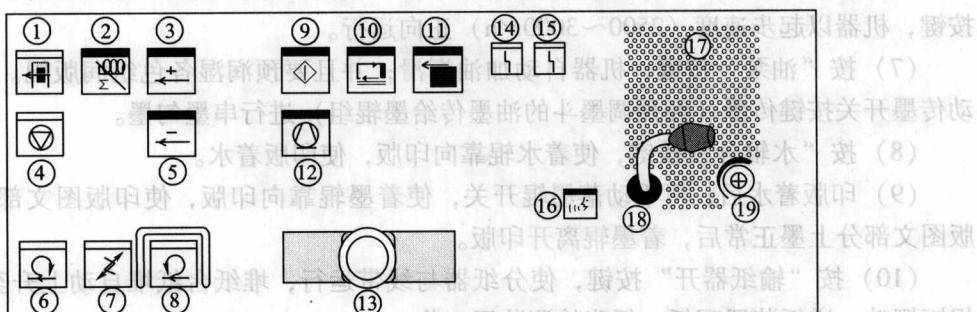

图 1-13 收纸部分控制台面板
收纸部分控制台面板如图 1-13 所示，各按键的功能与作用如下所示：①—生产按键；②—计数器开/关按键；③—加速按键；④—停止按键；⑤—减速按键；⑥—正点按键；⑦—安全开关；⑧—反点按键；⑨—运行按键；⑩—输纸器开/停按键；⑪—走纸/停纸按键；⑫—风泵开/停按键；⑬—紧急停机按键；⑭—印刷机故障（红色信号灯亮）显示；⑮—收纸控制台出现故障（蓝色信号灯亮）显示；⑯—扩音器按键；⑰—内部通话系统按键；⑱—麦克风按键；⑲—音量调节键。